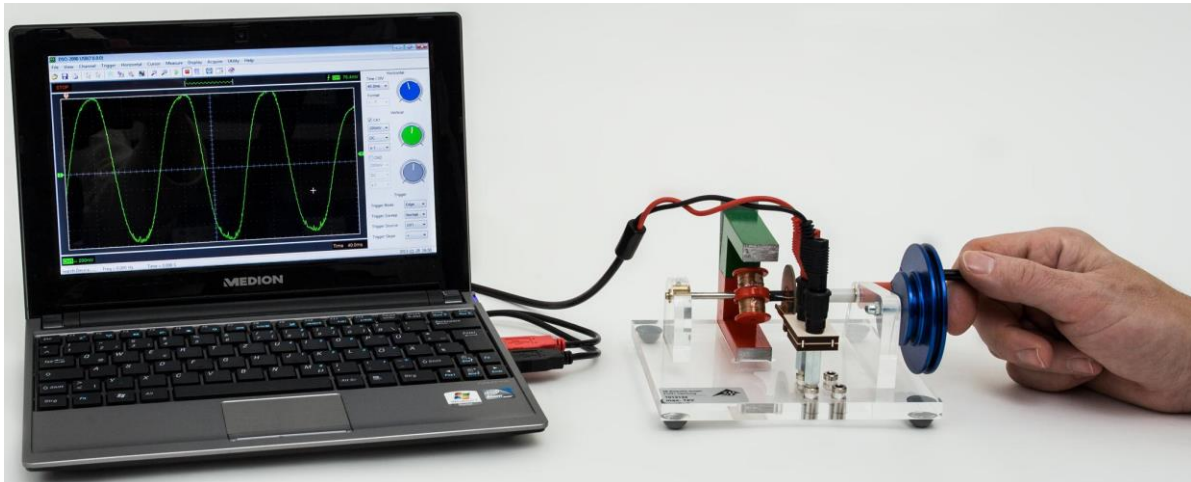

Fig. 5 Funcionamiento como generador de corriente alterna con osciloscopio USB
- El colector de corriente se inserta en el par de casquillos izquierdo en el campo de casquillos en la placa base (véase Fig. 5).